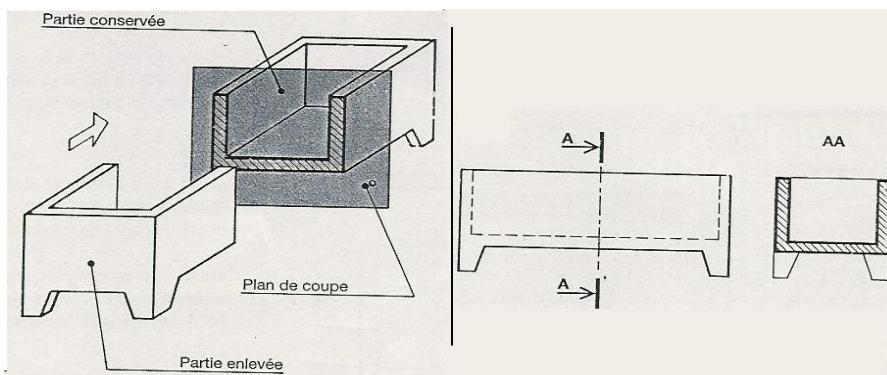

Figure 03
- **Remarque:** On dessine les coupes en correspondance avec les vues où elles sont repérées. Cf figure 03